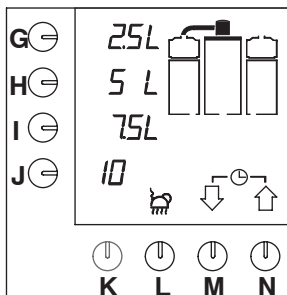

Fig. 7 Display med standardinnstillinger
- Indikasjonslampa i bryteren tennes. De innstilte standardbetingelsene og verdiene vises i displayet (fig. 7).